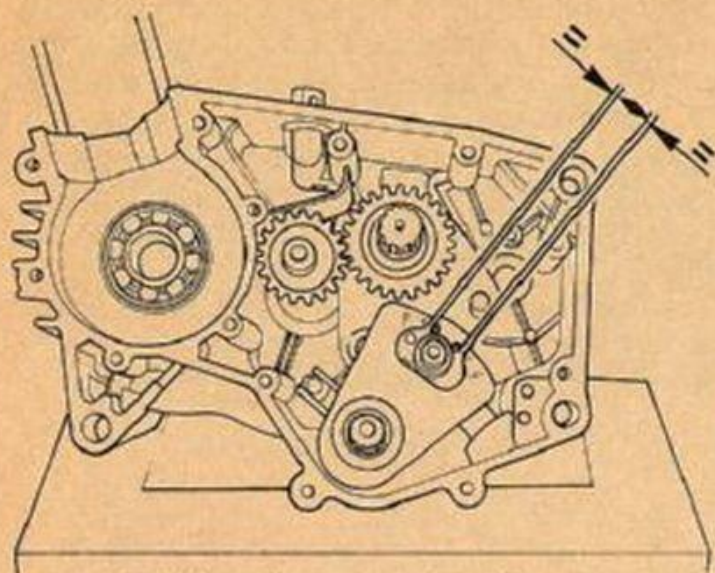
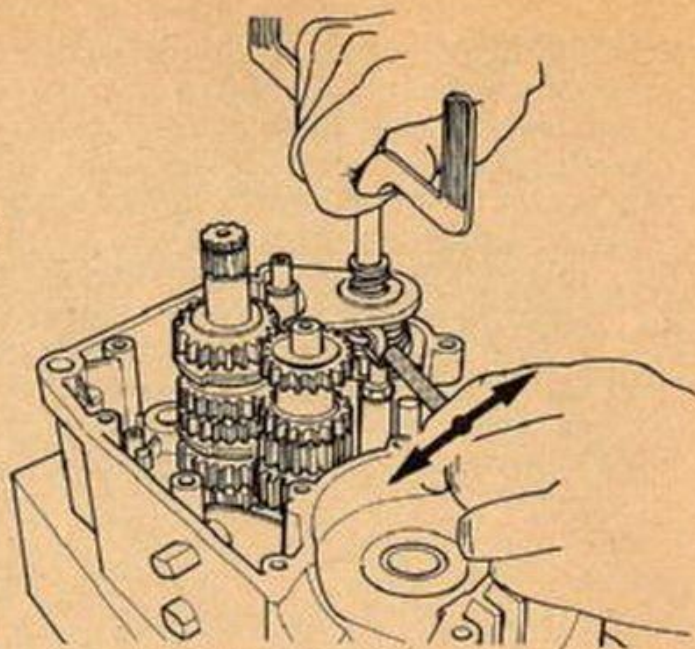

FIG. 40 Posizione di montaggio selettore
FIG. 41 Registrazione selettore
- Posizionando l'albero a cammes in 2a velocità, si dovrà verificare l'equidistanza dei rulli della cammes dai beccucci della forchetta (fig. 40). In caso contrario agire sui terminali della molla eseguendo leggere deformazioni fino a condizione ottenuta (fig. 41).